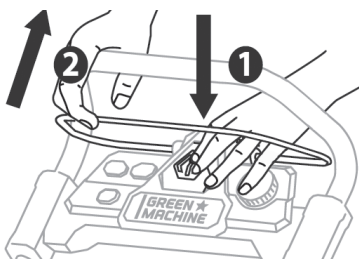

Рис. 10
1. Нажмите кнопку блокировки и потяните рукоятку включения вверх до верхней рукоятки и удерживайте ее зажатой (1, 2, рис. 10).